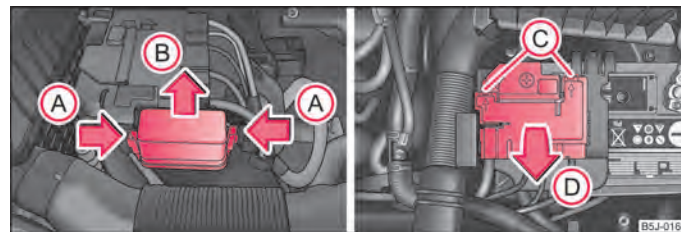

Fig. 153 Baterie: Capacul suportului de siguranțe
- Concomitent apăsați elementele de fixare ale capacului suportului de siguranțe în sensul indicat de săgeata (A) ⇒ fig. 153 și împingeți afară capacul, în sensul indicat de săgeata (B).
- Deblocați cu o șurubelniță plană elementele de susținere în deschiderile (C) și rabatați în sus capacul, în sensul săgeții (D).